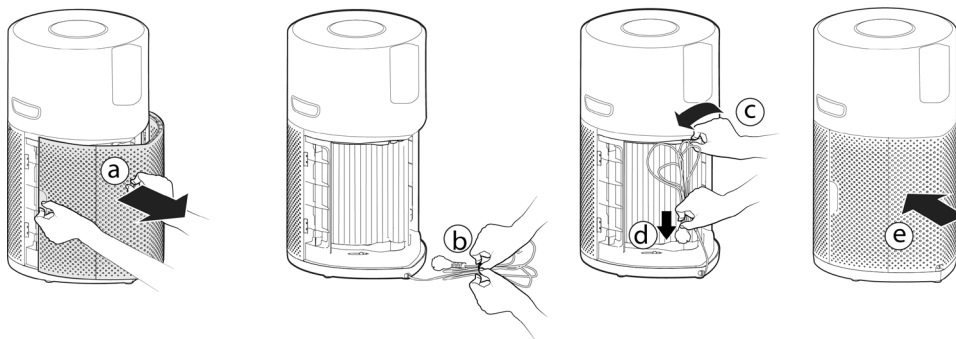

Рис. 15
4. Снимите крышку блока забора воздуха [Рис. 15а] и аккуратно сложите шнур [Рис. 15б], подвесьте его на крючке [Рис. 15с], закрепив с помощью крючка для хранения, а затем вставьте вилку в транспортное положение [Рис. 15д]. Установите крышку блока забора воздуха. [Рис. 15е]